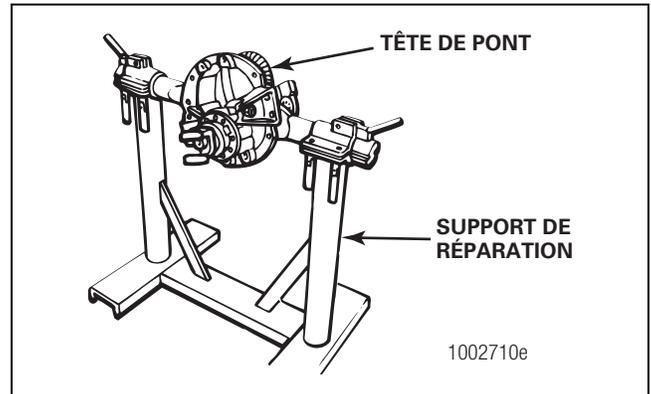
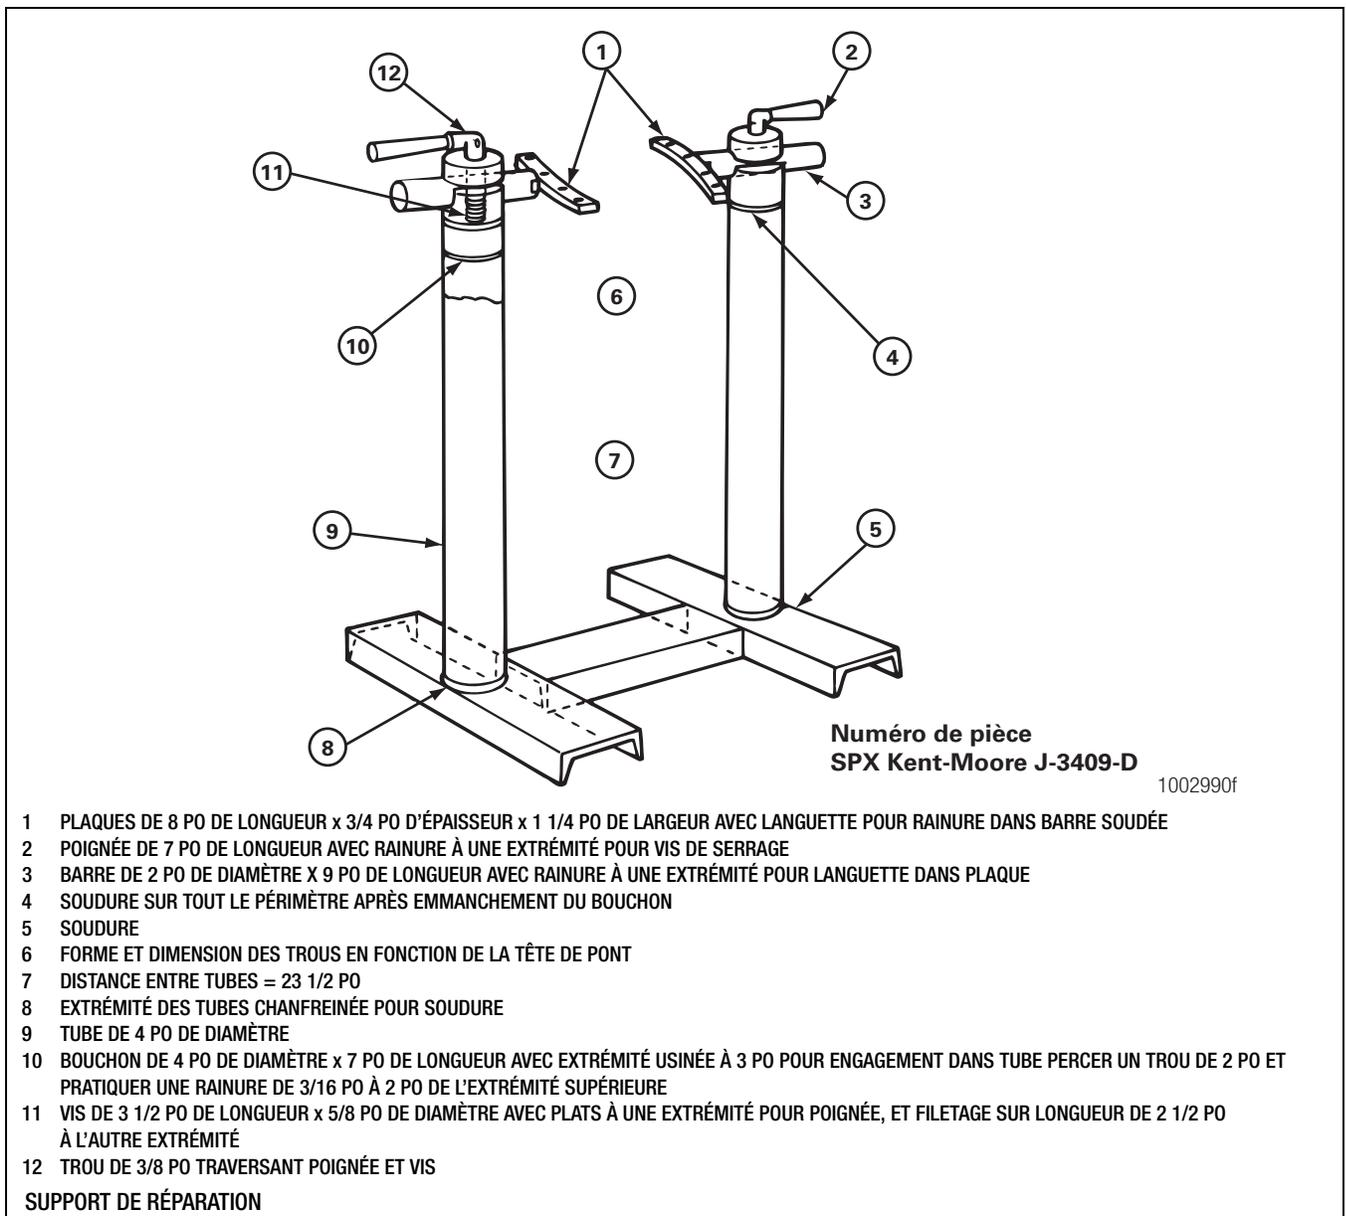

Figure 3.7
Figure 3.8
- Utiliser un dispositif de levage approprié pour soulever la tête de pont par la chape ou la bride d'entrée de pignon, puis déposer l'ensemble sur un support de réparation. Figure 3.7. Ne pas tenter de soulever la tête de pont à la main. La Figure 3.8 montre comment confectionner localement un support de réparation de tête de pont.